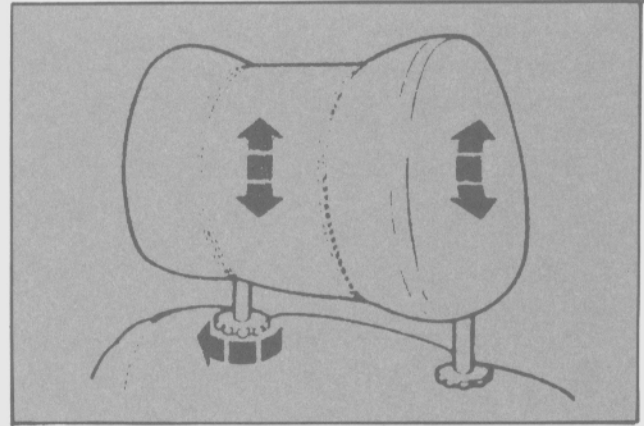

Fig. 35 - Extracción del apoyacabezas.
- Retirar el apoyacabezas del asiento delantero. Para ello girar las perillas en sentido horario mientras se retira del asiento (Fig. 35).